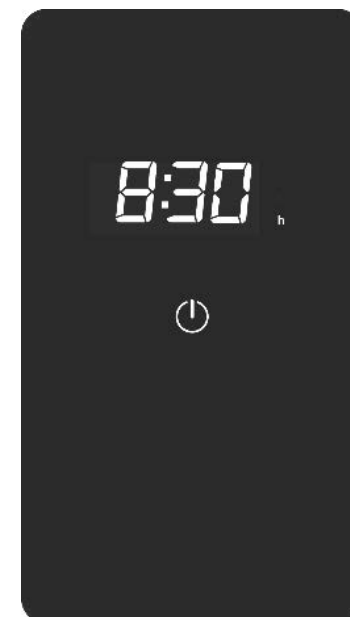

Abb. 15 Verbleibende Zeit
8. Das Display zeigt nun die verbleibende Zeit bis zum Start der Sauna (hh:mm) - siehe Abb. 15.